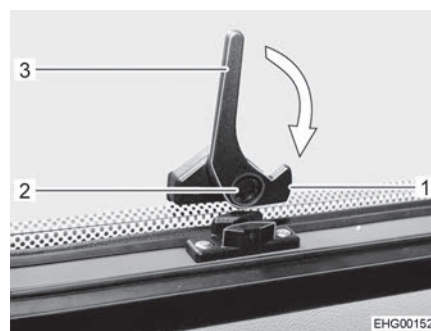

Fig. 63 Levier de verrouillage, bas, (position "Ouvrt")
- Appuyer sur le bouton de sécurité (Fig. 63,2) sur le levier de verrouillage du bas (Fig. 63,3) et le maintenir enfoncé.
- Tourner le levier de verrouillage du bas (Fig. 63,3) d'un quart de tour en direction du cadre de la fenêtre jusqu'à ce que le tenon de verrouillage (Fig. 63,1) s'enclenche.